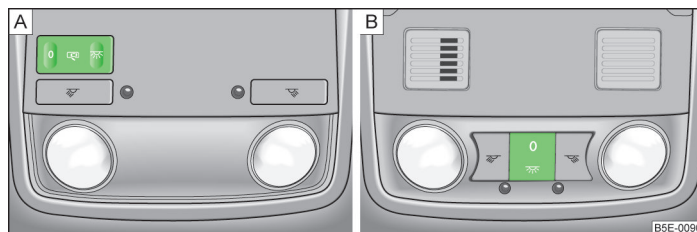

Fig. 36 Lampa interioară, față
- Apăsăți tasta în zona simbolului  » fig. 36.
- Apăsăți tasta în zona simbolului **O** » fig. 36.
La autovehiculele fără supravegherea interiorului, poziția din mijloc este marcată cu simbolul  » fig. 36 - **A**.